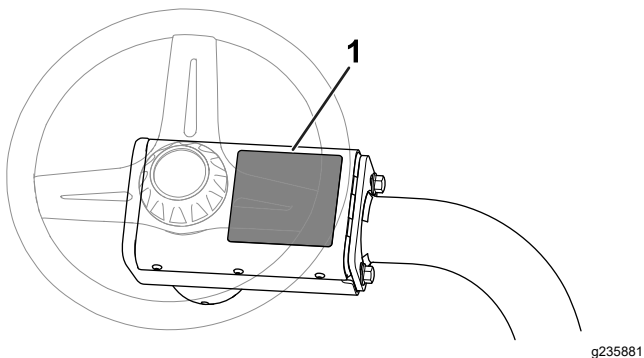

Figura 14
- Applicare l'adesivo di avvertenza CE (n. cat. 136-8505) sull'adesivo di avvertenza esistente (n. cat. 136-8506); fate riferimento a Figura 14.